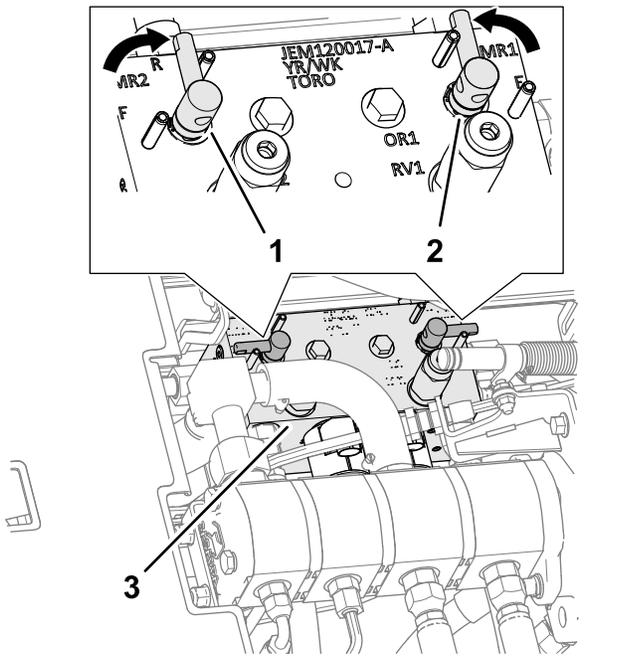

图 116
4. 松开并升起座椅露出剪草机歧管 图 116。
5. 将倒磨控制杆移至 R 倒磨位置图 116。